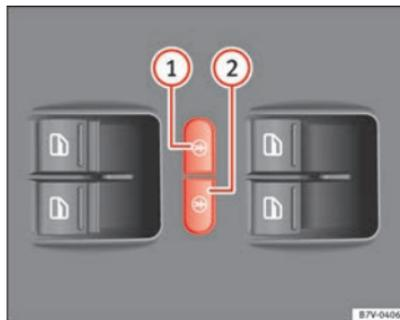

Abb. 52 In der Fahrertür: Tasten für die elektrische Kindersicherung.
Die elektrische Kindersicherung verhindert das Öffnen der Schiebetüren und der elektrischen Fensterheber in den Schiebetüren von innen, damit z. B. Kinder während der Fahrt nicht versehentlich eine Tür öffnen. Die linke Taste => Abb. 52 ① bzw. die rechte Taste ② schaltet die Kindersicherung hinten links bzw. rechts ein.
| Einschalten: | Taste => Abb. 52 ① oder ② drücken. |